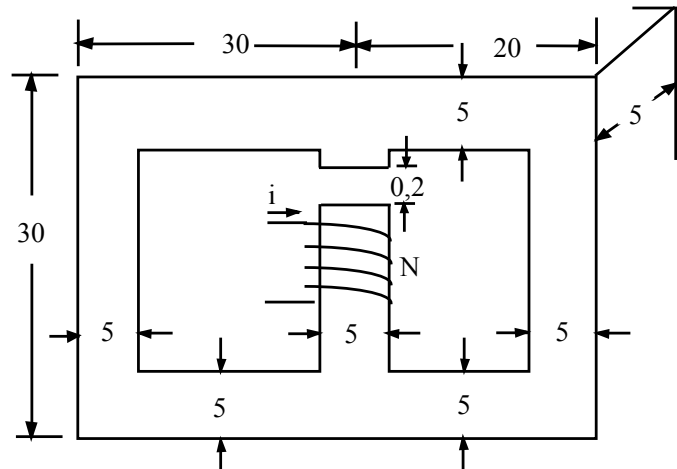

Figura 1.9
1.14.- En la estructura magnética de la Figura 1.9, la fuerza magnetomotriz de la bobina es de 2000 Amp-vuelta . Si la permeabilidad del núcleo es mucho mayor que la del entrehierro ($\mu_{Fe} \gg \mu_0$) y no existen flujos de dispersión, determine: